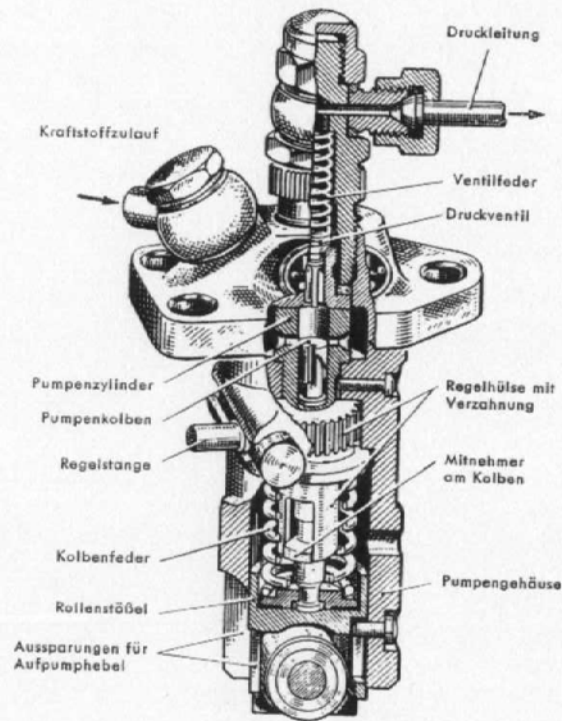

Bild 1
a) Aufbau (Bild 1)
Hierzu ist über den Pumpenzylinder eine Regel-Hülse (Bild 1) geschoben. Sie trägt an ihrem oberen Ende eine Verzahnung und hat in ihrem unteren Teil zwei Längsschlitze, in denen die Kolbenfahne (Mittnehmer) gleitet. In die Verzahnung der Regelhülse greift die Regelstange ein, durch deren Verschiebung die Regelhülse und damit der Kolben verdreht wird. Zur Verringerung der Fördermenge wird der Kolben nach rechts verdreht (Elemente 4 und 5), die Regelstange also nach links verschoben. Um die Fördermenge auf Null zu bringen, wird der Kolben soweit verdreht, bis die senkrechte Nut zum Teil auf die rechte Zulaufbohrung trifft, so daß der Kraftstoff im Pumpenzylinder gar nicht unter Druck kommt (Element 6).